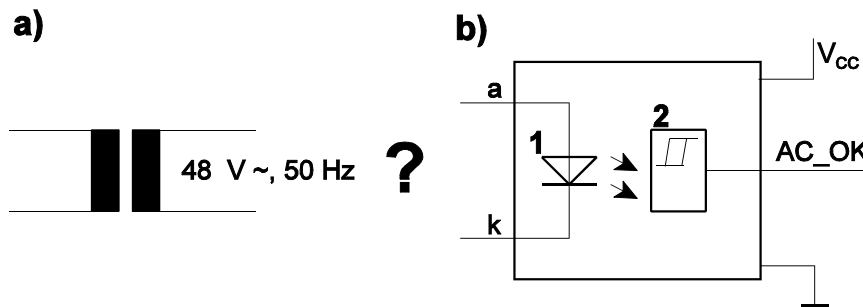

Abb. 2 Spannungskontrolle mittels Optokoppler
8. Ein Gerät arbeitet u. a. mit einer Steuerspannung von $48\text{ V} \sim (50\text{ Hz})$. Die Elektronik soll erkennen, ob diese Spannung anliegt oder nicht. Demgemäß soll ein Logiksignal AC_OK gebildet werden (das auch mit 50 Hz schaltet). Das naheliegende Bauelement: ein Optokoppler (Abb. 2). Geben Sie eine entsprechende Schaltung an und dimensionieren Sie ggf. erforderliche passive Bauelemente. Erklären Sie kurz, worauf es hier besonders ankommt.